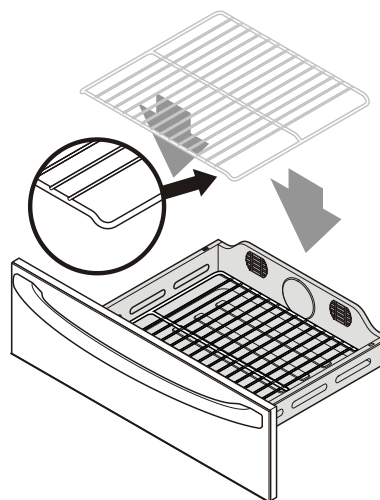

Fig. 1
- La grille du four inférieur doit toujours être en place pendant la cuisson ou le maintien au chaud. Assurez-vous que la grille est placée avec les côtés du bas tournés vers l'intérieur du tiroir (fig. 1). Vous créez ainsi de l'espace pour que l'air circule entre le tiroir et la nourriture.